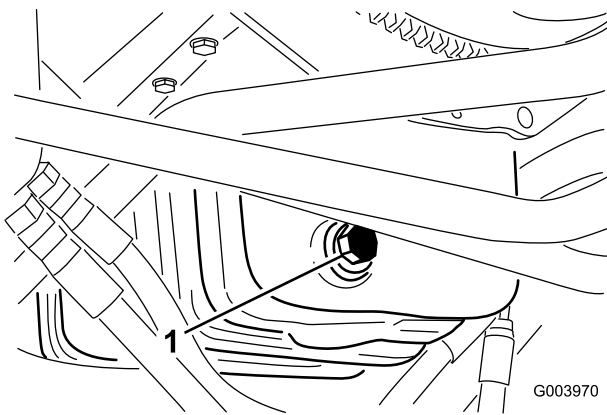

図 57
1. ドレンプラグ 図 57 を外してオイルを容器に受ける。